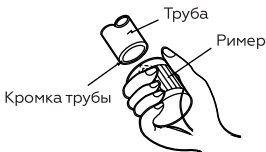

Рис. 38
3. Обработайте кромку трубы римером (рис.38).